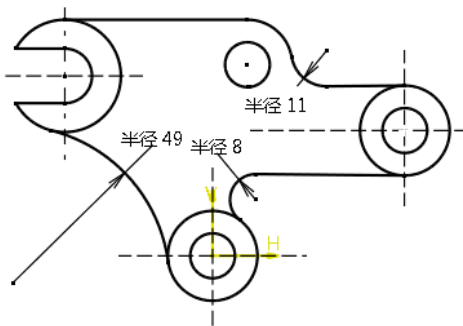

图5-56 绘制圆角3
- 09 利用【修剪第一图元】方式的【圆角】命令，创建如图5-56所示半径为8的圆角。